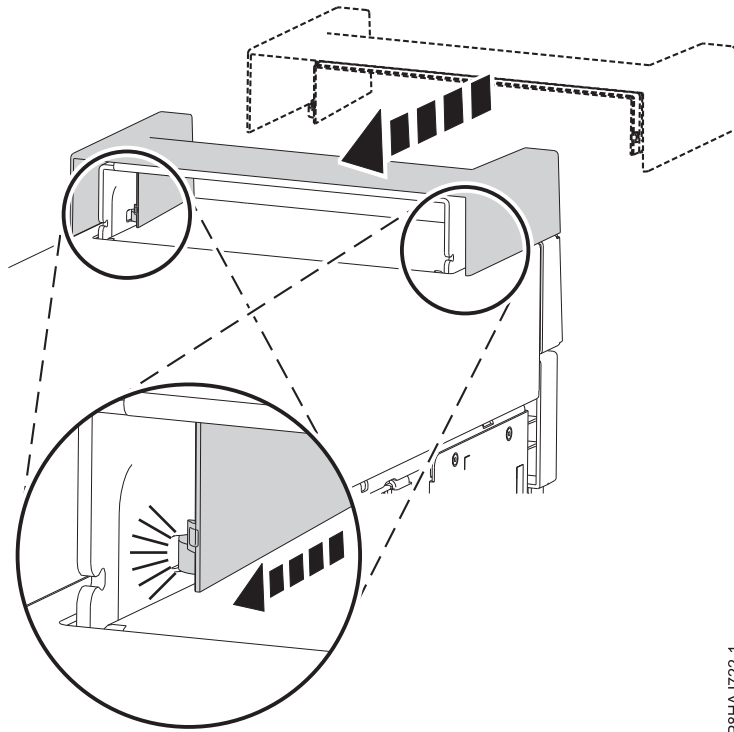

Figura 18. Fijación de la tapa de asa en un sistema 8286-41A autónomo
1. Fije la tapa de asa en la estación de acoplamiento RDX interna (FC EUA3) deslizando hacia la parte posterior del sistema. Consulte la Figura 18.